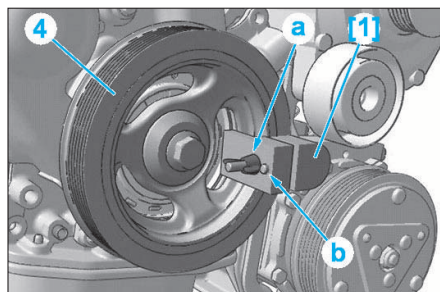

FIG. 22
- Positionner l'outil [1] sur la poulie (4) de vilebrequin en le centrant sur la lumière de fonderie (Fig.22).